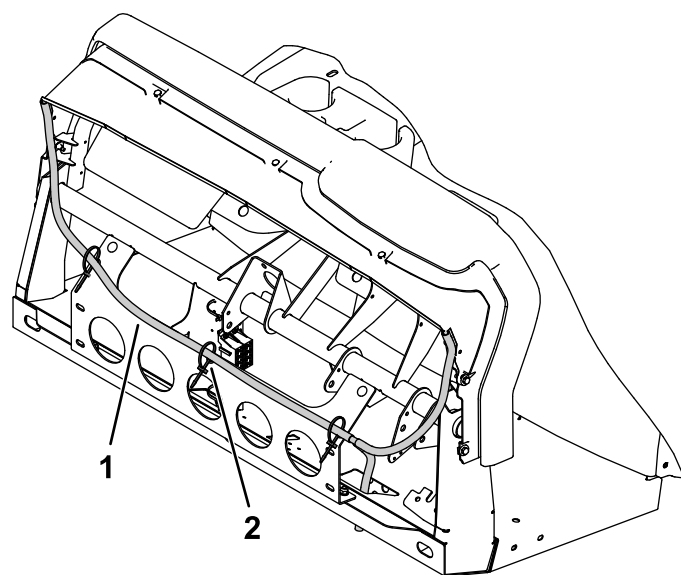

Figura 43
5. Começando pelo lado do passageiro, passe o tubo transparente ligado para baixo através da placa do piso (com o pedal da embraiagem) para o lado do condutor da máquina (Figura 43).
6. Prenda o tubo transparente ligado com as 3 montagens de fita magnética e as três braçadeiras de cabos (Figura 43).